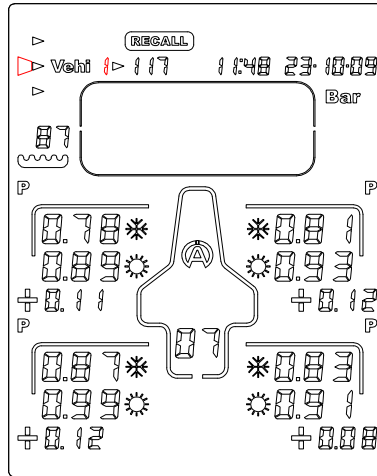

Figura 9
- 2) Com o botão  ou  , seleccione o ícone "**Vehi**" (*figura 9*)
- 3) Com o botão  ou  , seleccione o veículo desejado (*figura 9*)